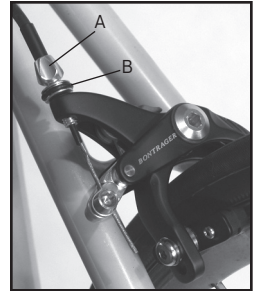

Figura 11: guías del cable
6. Gire el regulador del freno (Figura 11) una o dos vueltas. Gire la tuerca de sujeción del regulador del freno para mantener el ajuste.